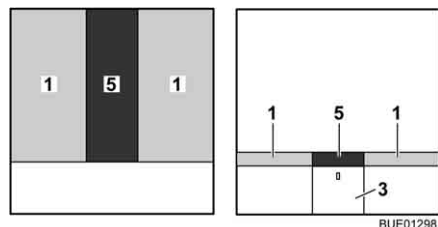

Bild 138 Efter ombyggnaden
- Lägg extradynan (Bild 138,5) mellan madrasserna (Bild 138,1).